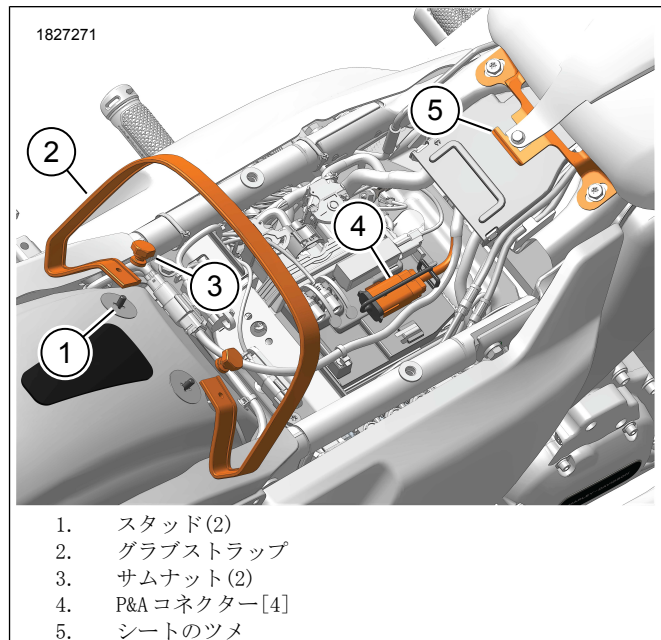
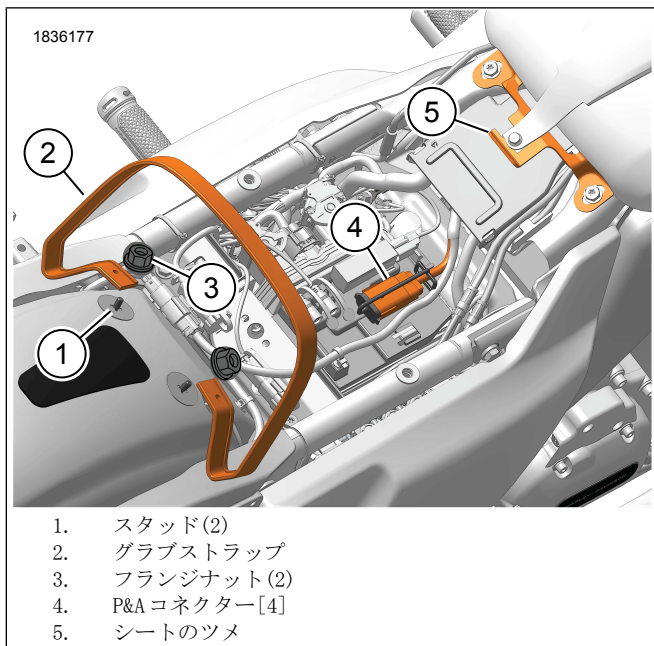
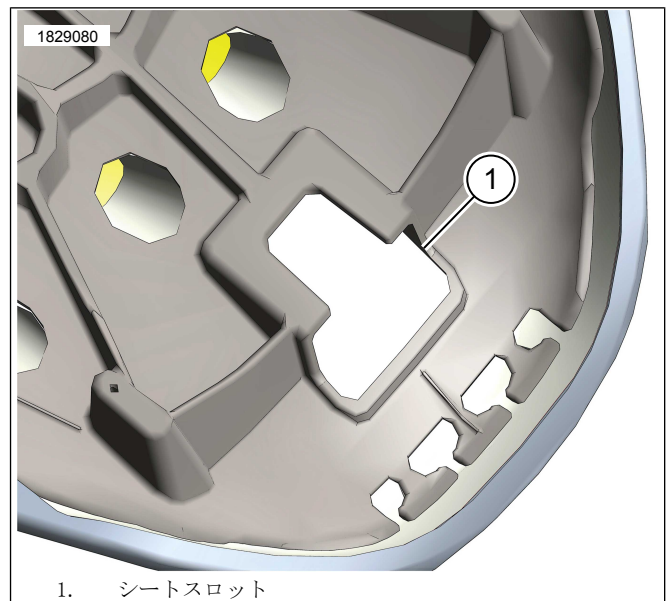

図2. 構成部品的位置
図3。構成部品の位置
図5。シートマウントスロット
- ・ 図2を参照してください。サムナット付きの車両は、手順1aおよび1bに従います。
- ・ 図3を参照してください。フランジナット付きの車両は、手順1aおよび1cに従います。
1. 「図2」および「図3」を参照してください。新品のグラブストラップを取り付けます。
3. 「図2」および「図5」を参照してください。シートの前方下側にあるシートマウントスロット(1)がシートのツメ(5)の後ろに来るまで、リアシートをグラブストラップ(2)に通して取り付けます。